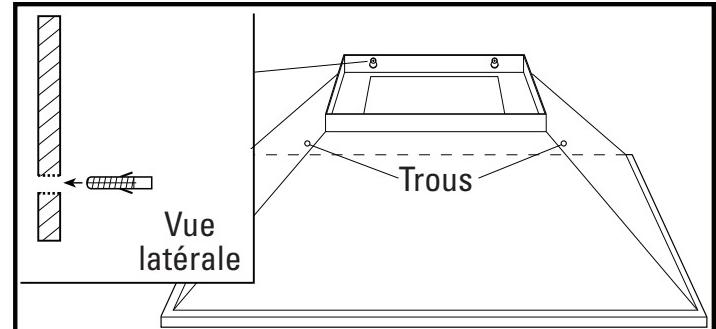

Figure 2
- Avec la hotte accrochée en place à partir des vis supérieures, marquez l'endroit des trous inférieurs. Si vous installez sur une cloison sèche, percez des trous dans le mur en utilisant un foret de 3/16 po. Installez les ancrages de mur dans les trous forés (un pour chaque trou). Si vous installez sur d'autres matériaux (brique, ciment, plâtre, etc.) choisissez une fixation appropriée capable de soutenir le poids de la hotte. Accrochez la hotte au-dessus des ancrages des trous et vérifiez que la hotte est centrée, à niveau et les trous inférieurs alignent avec les ancrages. Installez les vis fournies #6 x 1 po dans les ancrages (**Figure 2**). Serrez toutes les vis complètement et réinstallez les filtres de graisse.